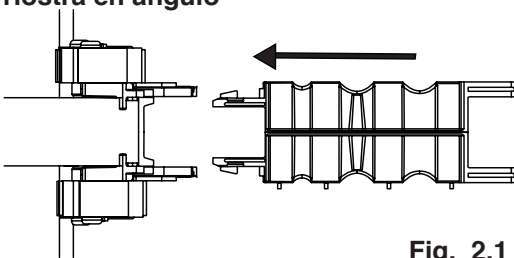

Fig. 2.1
Cada soporte angular tiene un receptor ranurado (extremo hembra) para insertar las puntas del brazo extensor (extremo macho) (Fig. 2.1). Una vez instalados, los brazos extensores le darán una plataforma para instalar sus barras de marco GenTent.
- Empuje el brazo extensor directamente hacia el soporte angular hasta que los pasadores de pivote encajen en su lugar (Fig. 2.1)